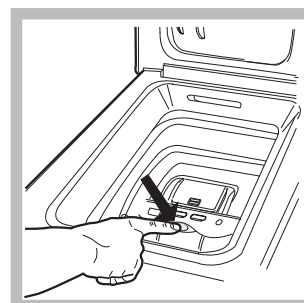

рис. 2
Нажмите кнопку, показанную на *рис. 2*, крышка барабана плавно откроется.
E) ОКОНЧАТЕЛЬНЫЙ ОСТАНОВ БАРАБАНА (рис. 2):